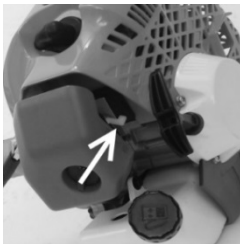

Рисунок 9
4.1.3 Важіль повітряної заслінки переведіть вгору, у положення «ХОЛОДНИЙ ЗАПУСК» (рис.9).